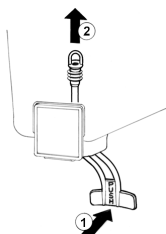

Bild 2
**4 Ausschlauchventil:** den Betätigungshebel des Hahns drücken (1) und den Gummischlauch aus der Auslauföffnung des Behälters lösen (2) (Bild 2).